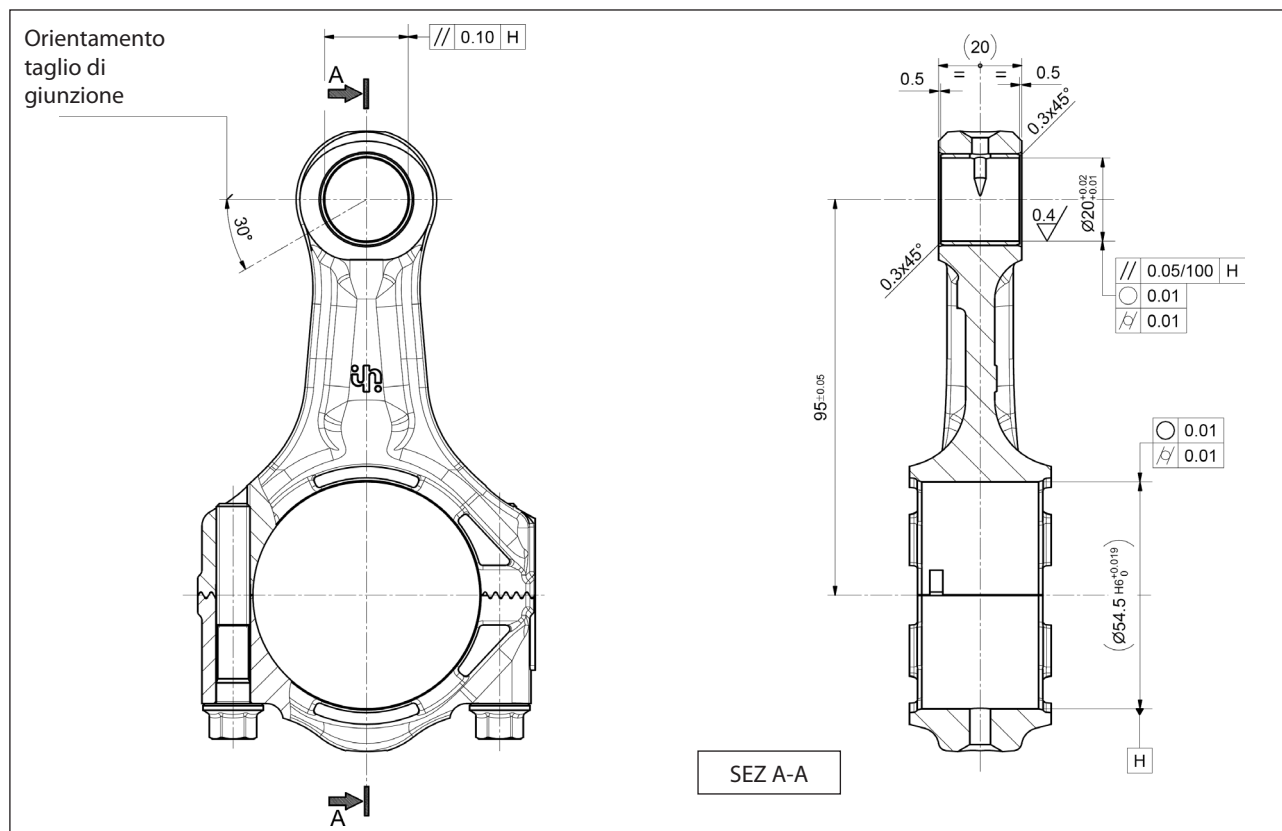

Fig. 48
- Eseguire successivamente le lavorazioni meccaniche rispettando tassativamente dimensioni e tolleranze riportate in Fig. 48.
Eseguire successivamente le lavorazioni meccaniche rispettando tassativamente dimensioni e tolleranze riportate in Fig. 48.